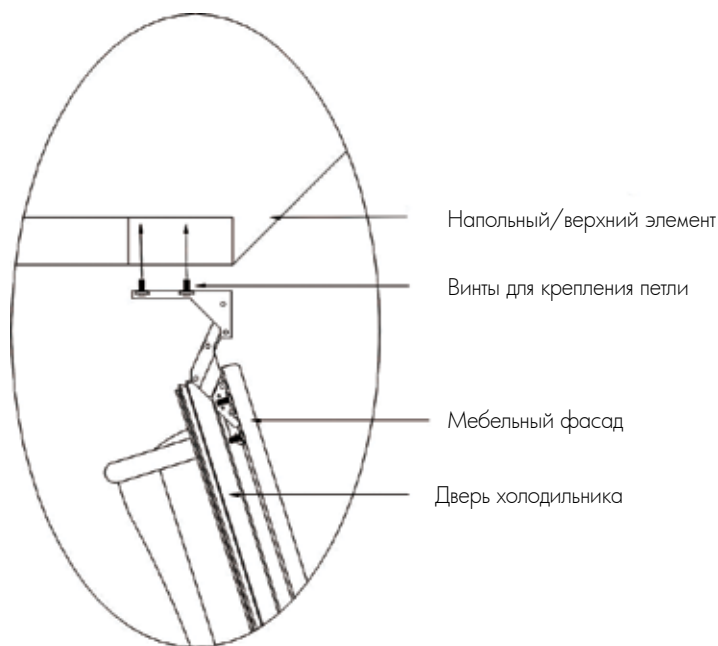

Рис. 5
8.4. Установка мебельных фасадов (см. рис. 5, 6 и 8)
3. Дверь холодильника. Используя шестигранный ключ из комплекта поставки, выверните винты крепления петель из напольного и верхнего элементов на стороне, выбранной для установки петель. Откройте петли, установленные на двери холодильника. Придерживая дверь в открытом положении, вставьте винты крепления петель через отверстия в петлях. Затяните винты на напольном и верхнем элементах усилием руки (не полностью), см. рис. 5.